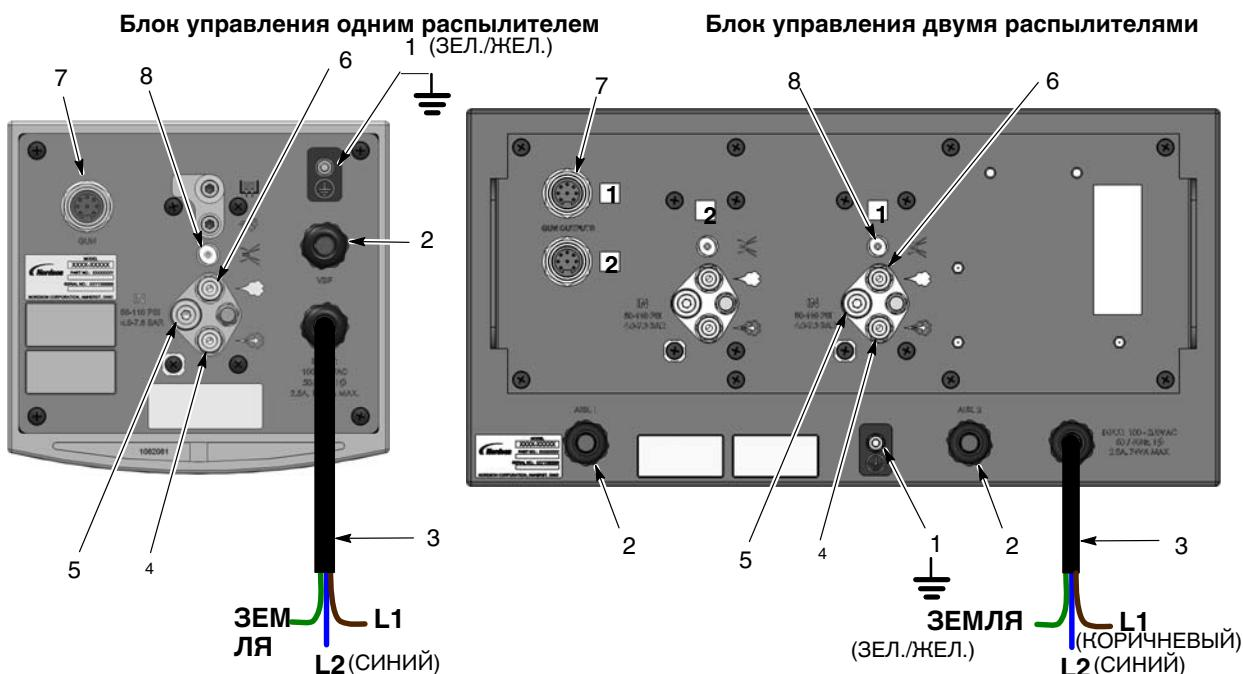

Рис. 3-4 Подключение блока автоматического управления одним/двумя распылителями
Смонтировать блок управления на плоской поверхности, обеспечив по периметру достаточный зазор для подключения к задней панели питания, сжатого воздуха и кабеля распылителя. См. размеры на рис. 3-4.
Расположить блок управления несколькими распылителями с входной или выходной стороны распылительной камеры, предусмотрев доступ к питанию и сжатому воздуху. При помощи анкерных болтов шкаф на полу. Предусмотреть лотки или крышки для защиты от повреждения пневмошлангов распылителей и насосов, а также кабелей распылителей. См. размеры на рис. 3-4.
Смонтируйте соединения, как показано на рис. 3-4. При подключении удаленного пускового сигнала, сигнала блокировки конвейера и удаленного сигнала блокировки распылителей см. рис. 3-5.
См. рис. 3-4. Давление подачи сжатого воздуха на блок управления должно составлять 4,0-7,6 бар (58-110 psi).
- См. рис. 3-4 или 3-6. Подсоединить бесцветные 4-мм пневмошланги воздушной очистки электродов к соответствующим соединителям на панелях блоков управления распылителями.
- См. рис. 3-4 или 3-6. Подсоединить 8-мм черный пневмошланг дозировки и голубой пневмошланг распыла к соединителям блока управления распылителями.